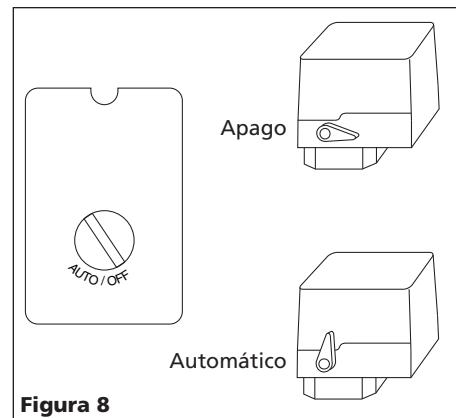

Figura 8
- Gire la palanca del interruptor de presión o la perilla en la posición AUTO y deje que la unidad opere por 30 minutos para darle un rodaje a las piezas del motor (Vea la Figura 8).